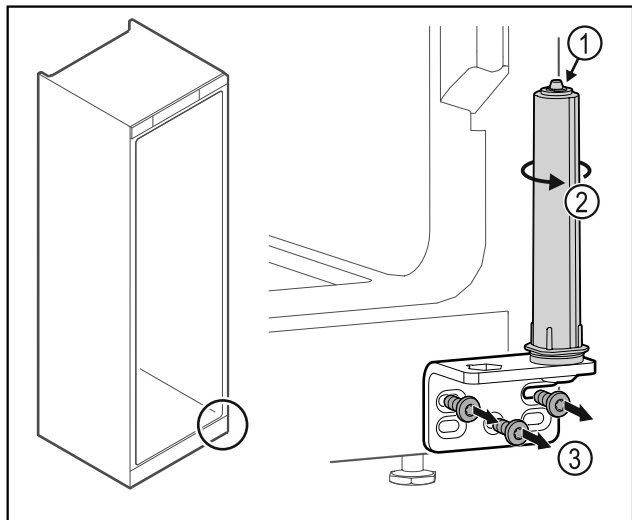

Fig. 36
- ▶ Dørlukkesystemet må ikke tas fra hverandre Fig. 36 (1).
- ▶ Drei på lukkesystemet Fig. 36 (2) til det sier klikk.
- ▶ Skru av hengselvinkelen Fig. 36 (3).